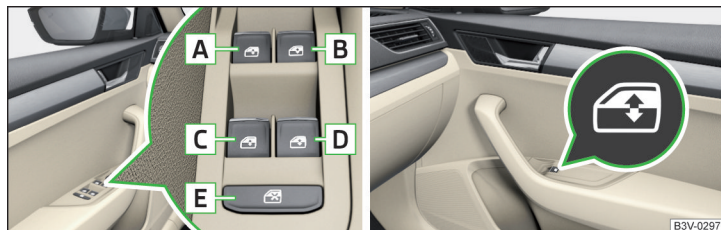

Fig. 43 Teclas de los elevalunas
Teclas de los elevalunas » fig. 43
- Después de abrir la puerta del conductor o acompañante es posible el manejo de las ventanillas solamente por la tecla **A** » **fig. 43**, presionándola o tirándola por 2 segundos.
- **o:** Apagar el encendido, abrir la puerta del conductor y mantener la tecla hasta el tope en la posición de apertura » *fig. 43 de la pág. 64.*
- **o:** Apagar el encendido, abrir la puerta del conductor y mantener la tecla hasta el tope en la posición de cierre » *fig. 43 de la pág. 64.*